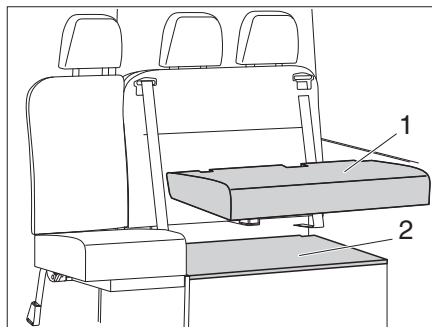

Bild 42 Sitzbankverbreiterung herausziehen
- Truhendeckel (Bild 42,2) einsetzen und Sitzpolster (Bild 42,1) auflegen.